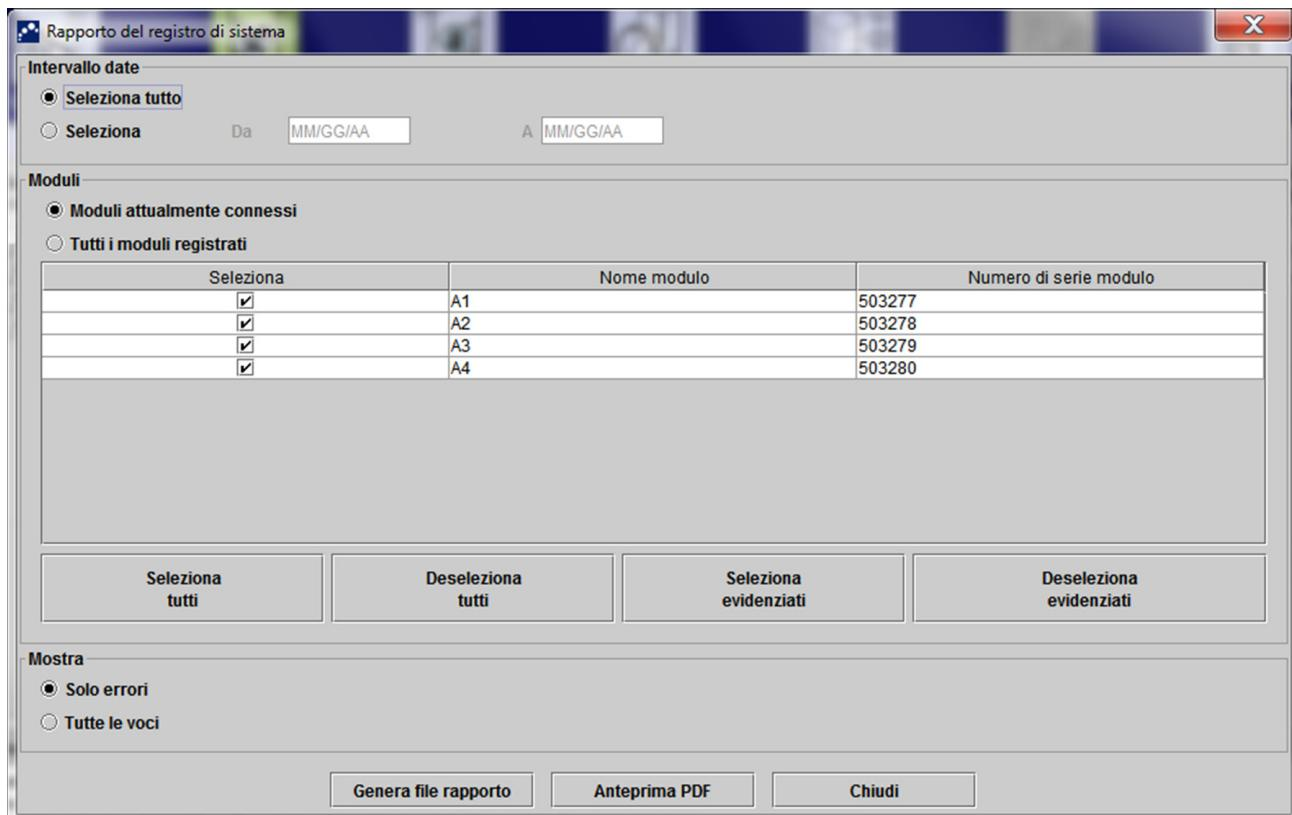

Figura 9-38. Finestra Rapporto del registro di sistema
1. Nella finestra GeneXpert Dx System, fare clic su **Rapporti** nella barra dei menu, quindi su **Registro di sistema**. Verrà visualizzata la finestra Rapporto del registro di sistema. Vedere la Figura 9-38.
- Fare clic sul pulsante **Crea file rapporto** nell'area di lavoro Rapporto del registro di sistema (vedere la Figura 9-38) per creare il file PDF del rapporto del test. Verrà visualizzata la finestra di dialogo **Crea file rapporto**, che consente di salvare un file in una posizione specificata. Dopo avere individuato la posizione specifica, fare clic su **Salva**.